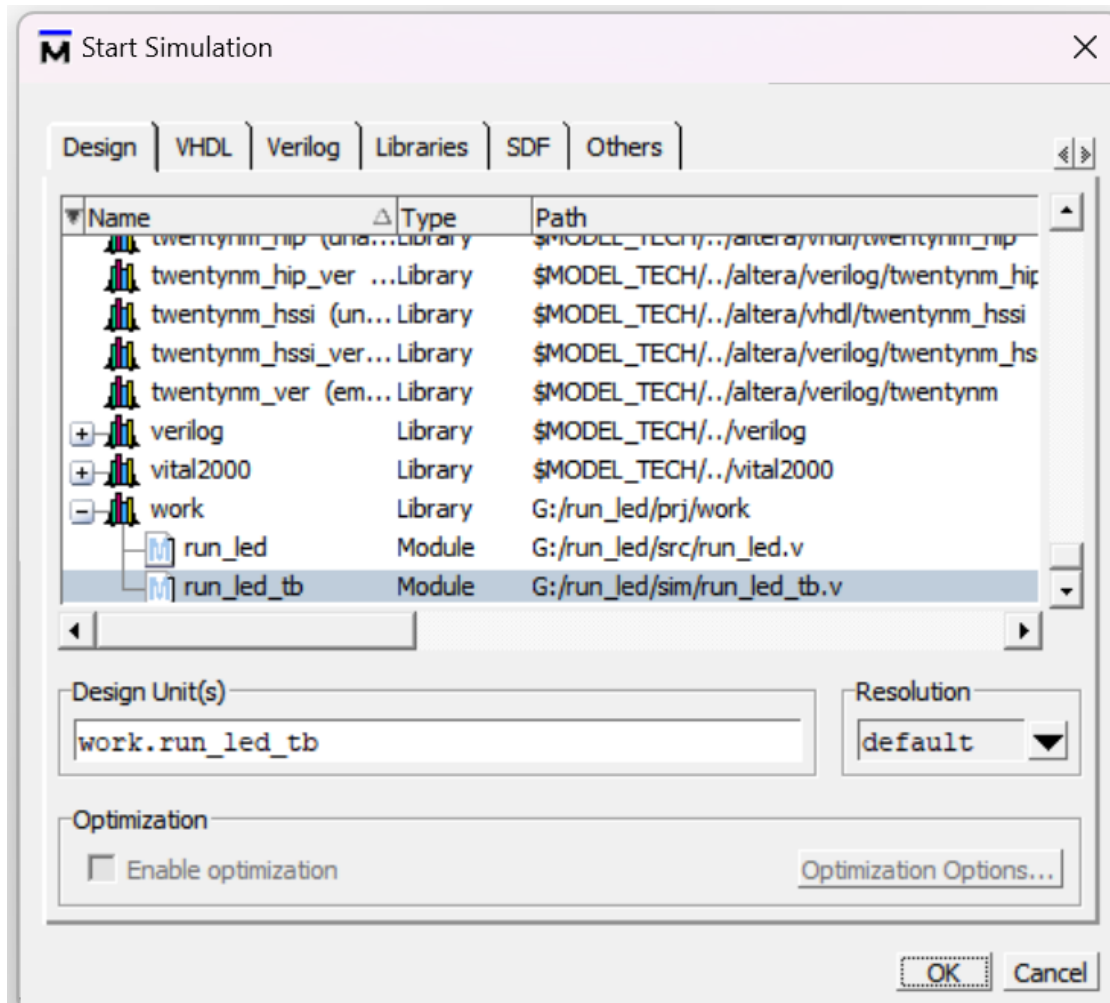

图 25 选择仿真文件
- ⑪ 选择 work 栏中的 run_led_tb 文件，之后点击 OK,如图 25 所示。